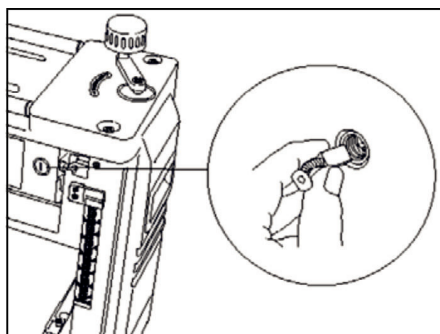

Рис. 6
2. Шлицевой отверткой открутите колпачки щеток (Рис. 6)